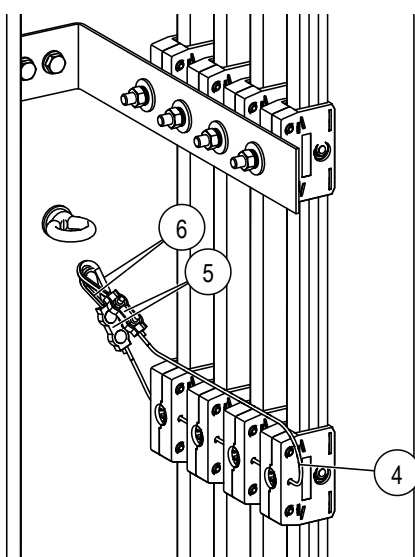

Abb. 42: Seilkausche (Pos. 6) befestigen
- Die Seilklemme (Pos. 5) mithilfe einer Ratsche (Sechskantmuttern der Seilklemmen anziehen) montieren und die Seilkauschen (Pos. 6) in die Schlaufen einziehen (siehe Abb. 42).